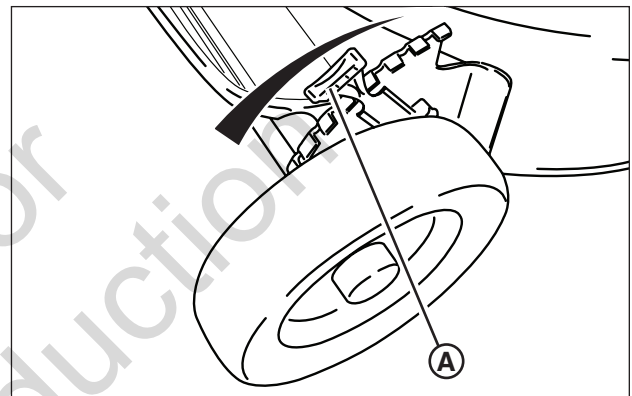

Figure 6: Réglage de hauteur de coupe
1. Tirez le levier de réglage de hauteur de coupe (**A**, **Figure 6**) vers l'extérieur et déplacez-le jusqu'à la hauteur de coupe voulue.